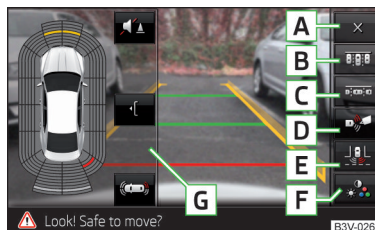

Fig. 183
Tastele funcționale » fig. 183
- > Acționați tasta funcțională » fig. 183 la pagina 156.